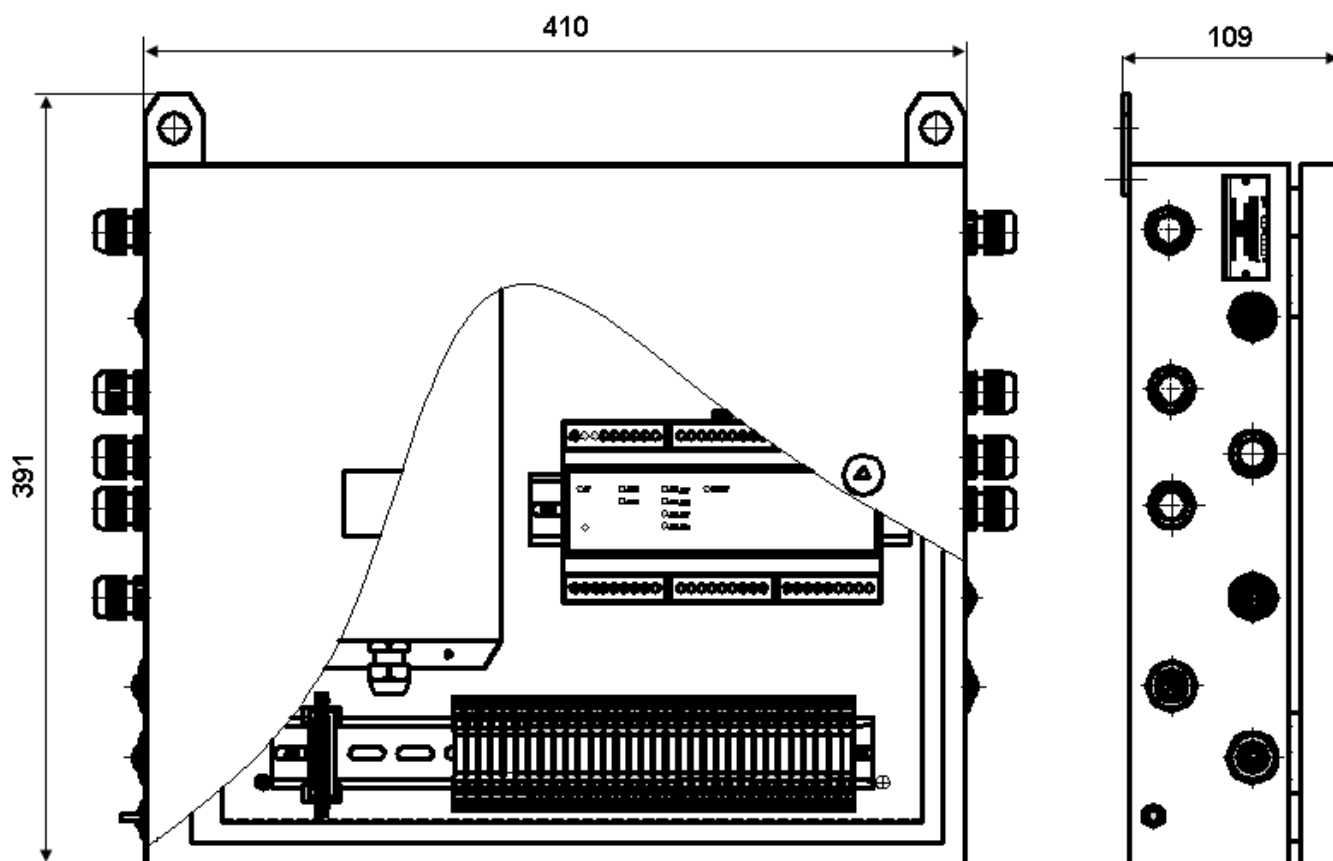

Рис. 6.1 – Преобразователь интерфейсов искробезопасный «ПИ-Eth-I». Монтажные размеры.
6.4 Место установки преобразователя ПИ-Eth-И должно обеспечивать свободный доступ к нему. Установку производить на плоскую вертикальную поверхность при помощи двух болтов М12 или распорных дюбелей (рис.6.1).